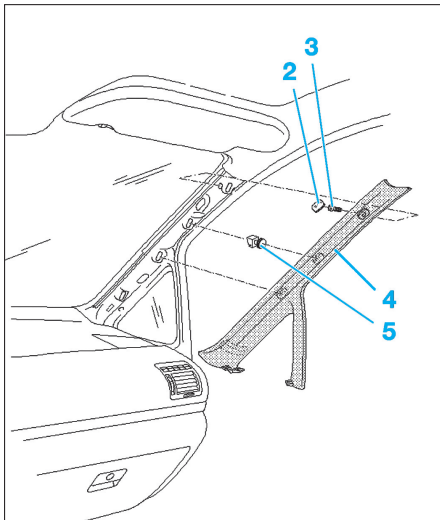

Fig. 7
- Dans le cas où le véhicule est équipé d'airbags rideaux, déposer le capuchon (2) et dévisser la fixation (3) (Fig.7).